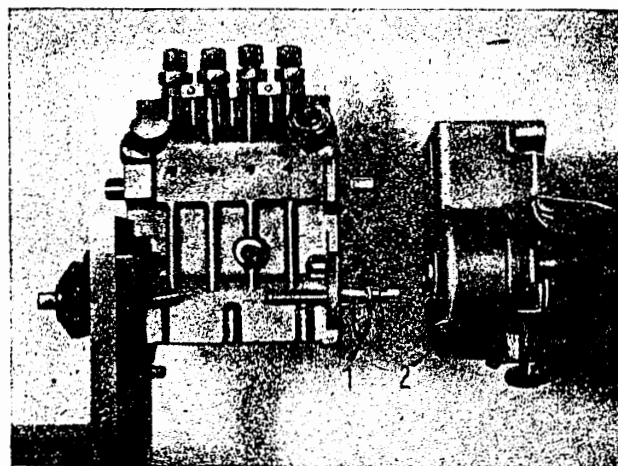

Bild M 147. Reglergehäuse-Anschlußteil abnehmen
7. Schrauben für Reglergehäuse-Anschlußteil lösen und Reglergehäuse-Anschlußteil mit Dichtung abnehmen. Ausgleichscheiben herausnehmen (Bild M 147).